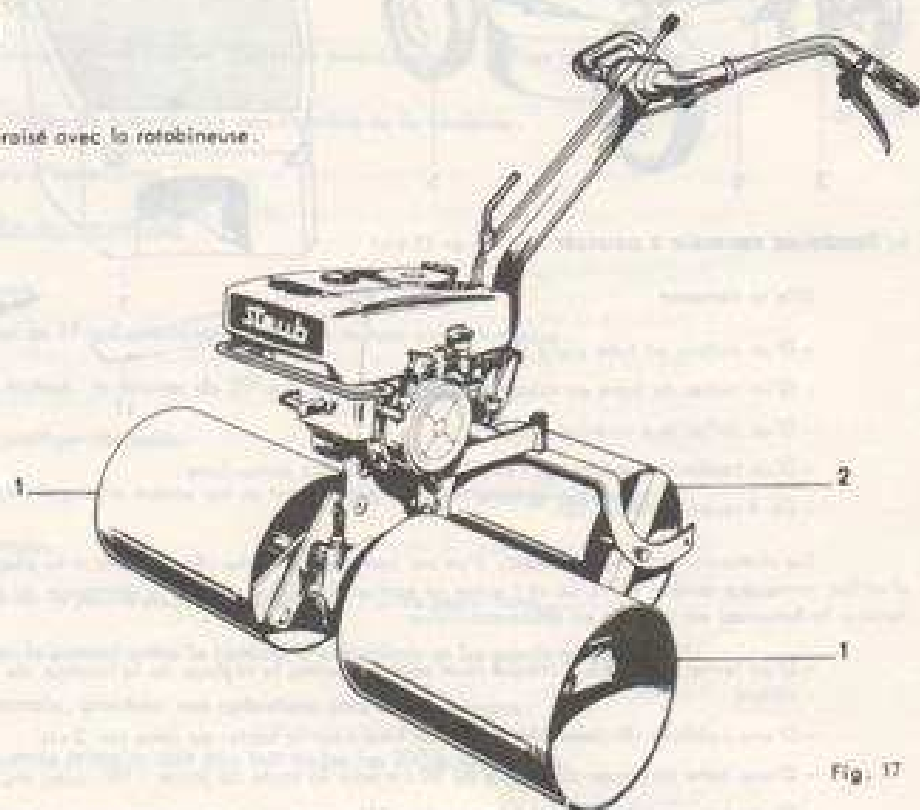

Fig. 17
a) Rouleau automoteur (Fig. 17)